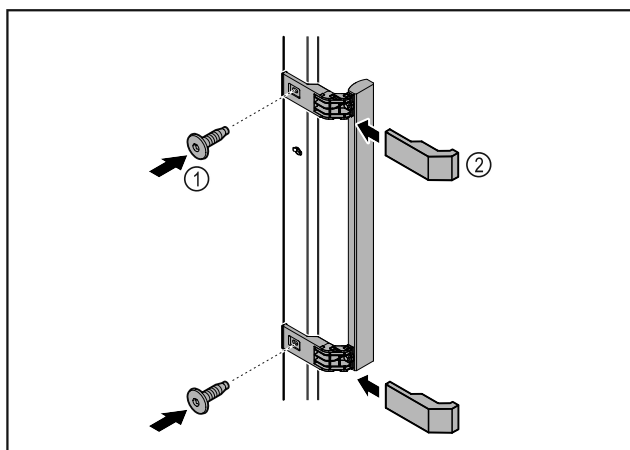

Fig. 9
- Skru håndtaget i tilbehørspakken fast på døren med de medfølgende skruer Fig. 9 (1).
- Sæt afdækningen Fig. 9 (2) på.